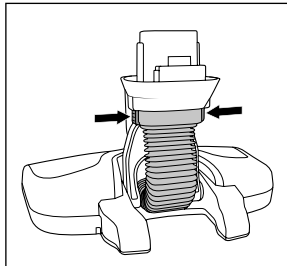

Abb. 17
- ◆ Drücken Sie beide Entriegelungstasten **18** am Schlauchstück zusammen und ziehen das Schlauchstück ab (siehe Abb. 17).